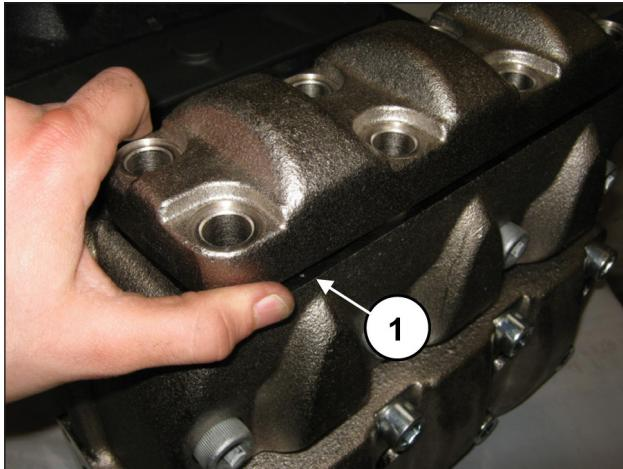
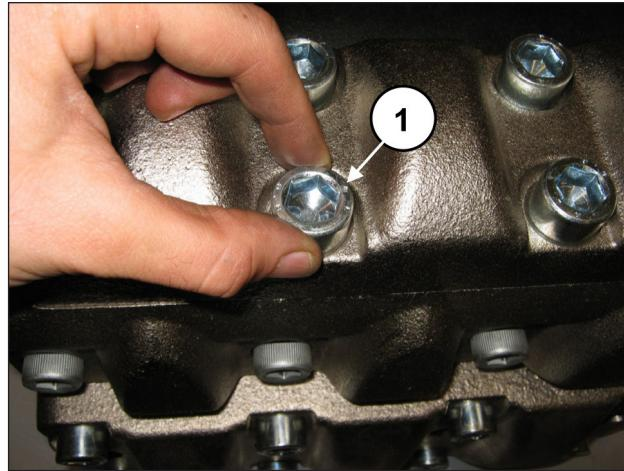

Рис. 161
Рис. 162
После завершения монтажа нагнетающих клапанных узлов установите крышку нагнетающих клапанов (поз. ①, Рис. 161) и завинтите 8 винтов M16x45 (поз. ①, Рис. 162).